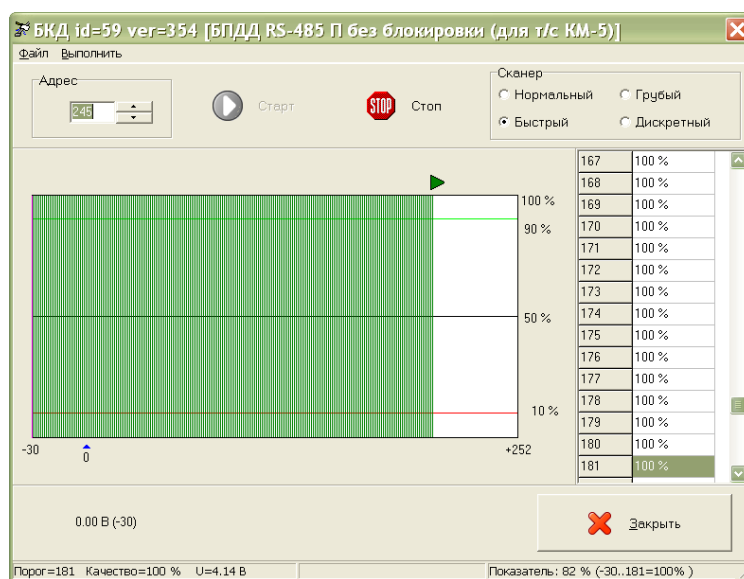

Рисунок 17 - Проверка качества связи
5) Проверить качество связи между БКД-М и адресным устройством (рисунок 17). Для исправного БКД-М качество связи должно быть 100% на всем диапазоне порогов приема ИПЛ.